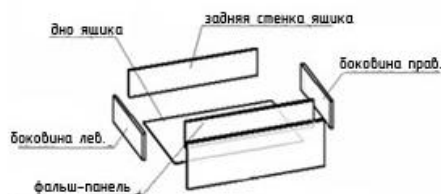

Рис. 3 Сборка ящика
24. Собрать ящик (см. рис. 3) и установить его на место;